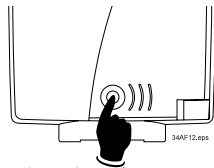

Bild 2: Entriegelungsknopf
- Drücken Sie den Entriegelungsknopf an der Rückseite des mecablitz (Bild 2).
- Drücken Sie den Entriegelungsknopf an der Rückseite des mecablitz (Bild 2) und ziehen gleichzeitig das Gerät von der Kamera ab.